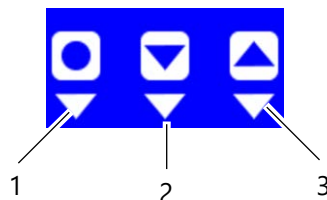

Abb. 11-6: Darstellung der Service-Knöpfe auf dem Bildschirm des Vissard 3D/Vissard RG
- Nutzen Sie hierzu die Service-Knöpfe unter dem Bildschirm (Abb. 11-5 und Abb. 11-6, Seite 55).